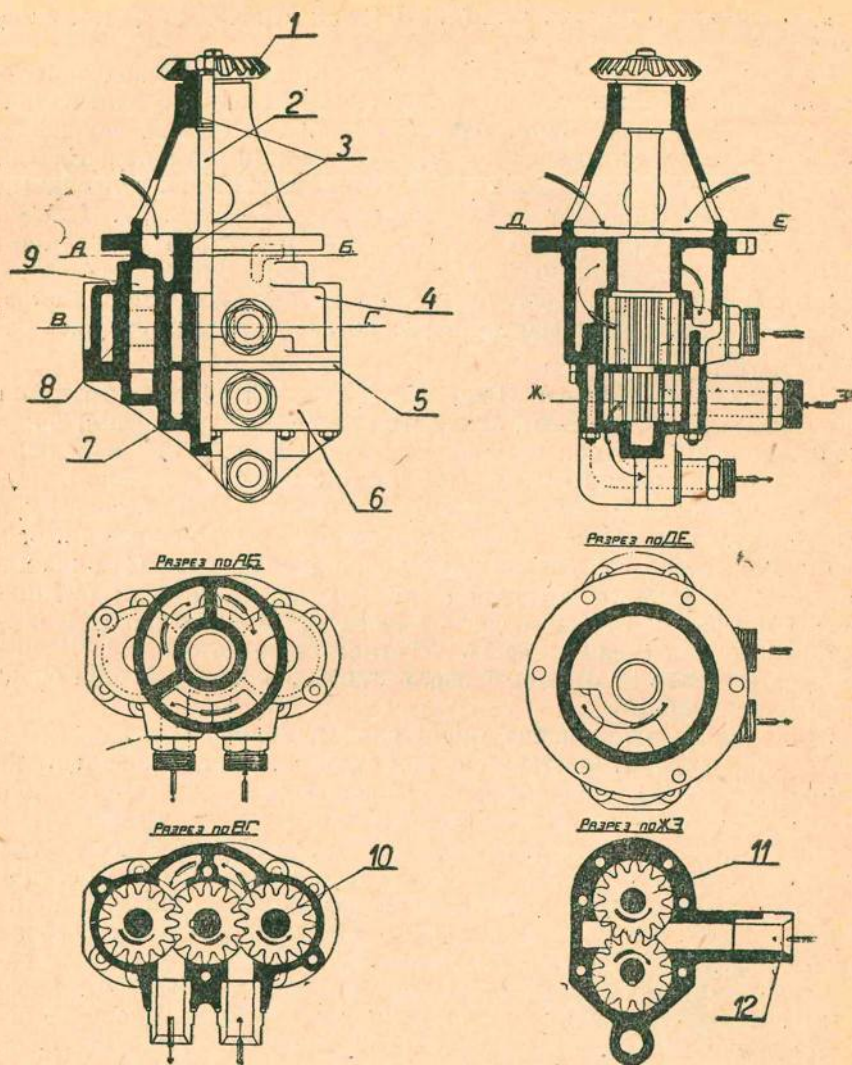

Рис. 16. Масляный насос.
**Масляный насос.** (Рис. 16). Масляный насос расположен в передней части двигателя снизу и крепится к картеру при помощи фланца, имеющегося на корпусе насоса. Масляный насос двойной, он состоит из нагнетающего и откачивающего отделений. Нагнетающее отделение насоса служит для подачи масла в систему, а откачивающее отделение подает отработанное масло обратно в бак.
ступает в насос из бака, а через нижнее масло поступает из насоса в масляный радиатор. Масляный насос расположен ниже бака и картера двигателя, благодаря чему насос постоянно заполнен маслом. Работает насос следующим образом (рис. 16): при враще-